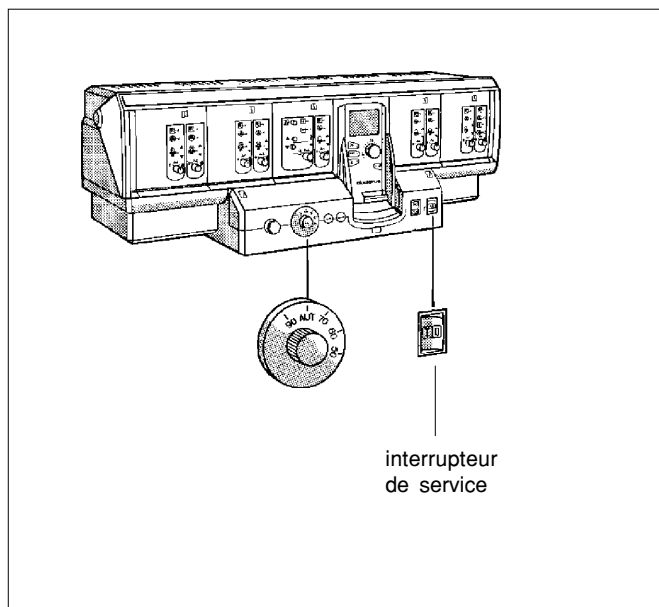

Fig. 4
- Mettre l'interrupteur service (fig.4) en position 0.
- Mettre l'interrupteur de service (fig. 4) en position 1.